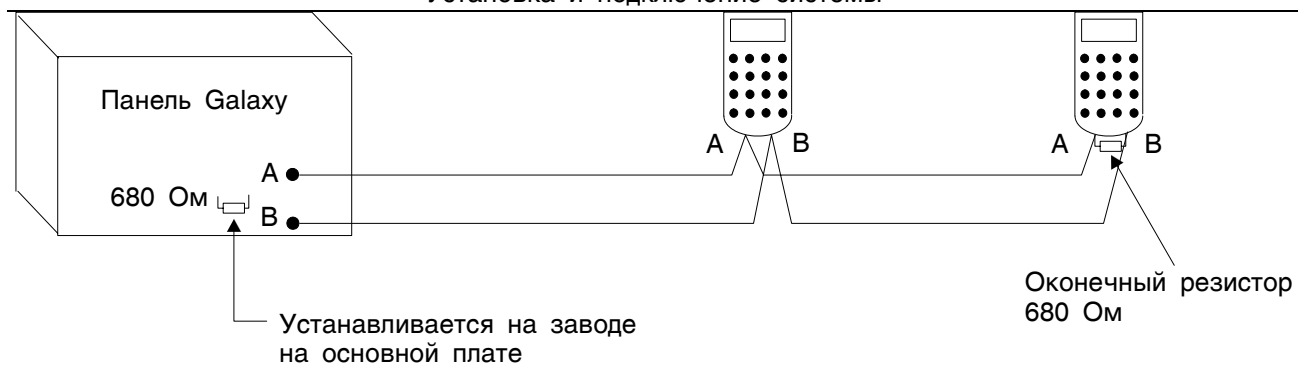

Рис. 2.7. Последовательно-параллельное соединение модулей.
Элементы системы должны подключаться последовательно-параллельно с сохранением топологии шины – “линия”, как показано на рис. 2.7. Контакт **А** шины предыдущего модуля соединяется с контактом **А** последующего модуля.
2. Подключение модулей к шине данных должно выполняться по последовательно-параллельной схеме (см. рис. 2.7). Соединение звездой не должно использоваться, поскольку оно уменьшает устойчивость к радиопомехам.